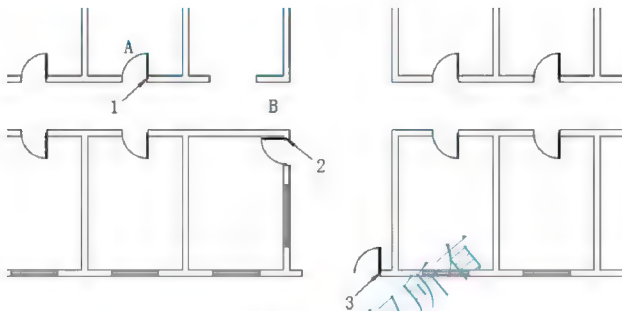

图 2.96 复制与缩放
- (1) 用【复制】命令将 1000mm 宽的 A 门复制到图 2.96 所示出入口大门洞口处。
- (2) 由于出入口处每扇门的宽度为 750mm, 所以需要把刚才复制生成的门扇缩小成 750mm 宽。
- ① 单击【修改】工具栏上的【缩放】图标  (快捷键 SC), 启动【缩放】命令。
- ② 在选择对象: 提示下, 选择出入口处的门, 此时该门变虚, 按 Enter 键进入下一步命令。
- ③ 在指定基点提示下,选择图 2.96 中的 3 点作为缩放的基点。
- ④ 在指定比例因子或 [复制(C)/参照(R)] 1.0000 提示下,输入“0.75”(比例=新尺寸/旧尺寸=750mm/1000mm=0.75)后按 Enter 键。
- ⑤ 按 Enter 键结束命令,将门大小由 1000mm 变为 750mm。